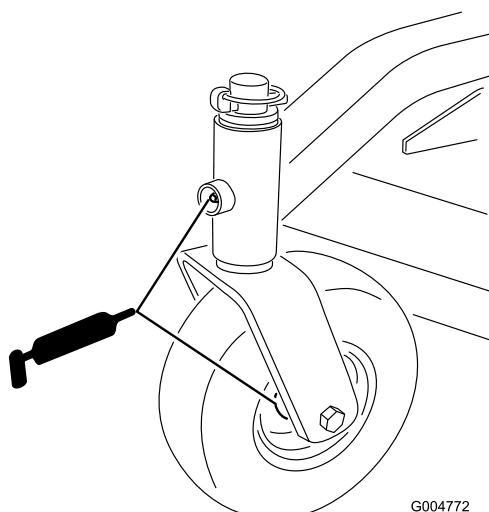

Figura 15
- boccole dei fuselli delle ruote anteriori (Figura 15)
- cuscinetti delle ruote orientabili anteriori e posteriori (Figura 15)